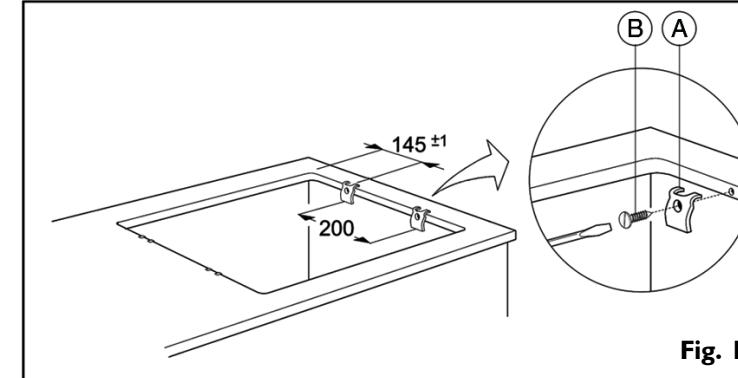

Fig. 1
- Fixez les clips à ressort (**A**) (fig. 1) à l'aide des vis fournies (**B**) (fig. 1) comme illustré, en faisant attention aux distances indiquées.
- Insérez la table de cuisson dans le plan de travail (fig. 1).